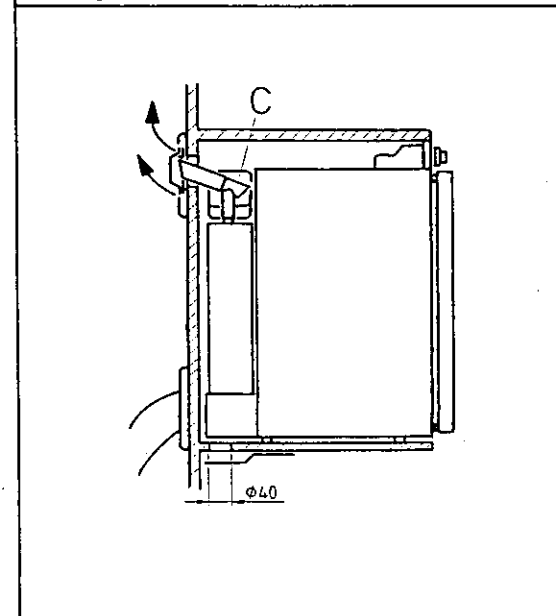

Fig. 9
Évacuation des gaz brûlés (Alt. II), Fig. 9.
Lorsque cela est possible (par exemple si le réfrigérateur est encastré sous un plan de travail), il est recommandé de prévoir une grille de ventilation directement au-dessus du condenseur (C), fig. 9.